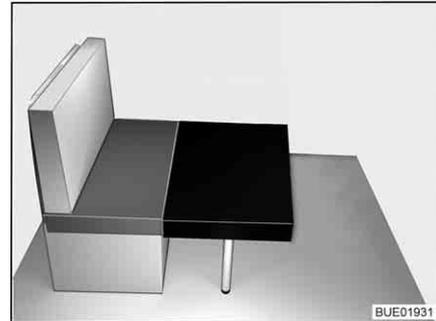

Bild 32 Ombyggnad (1)
- Placera den lilla extra dynan framför sittdynan på sittbänken på bordet (se Bild 32).